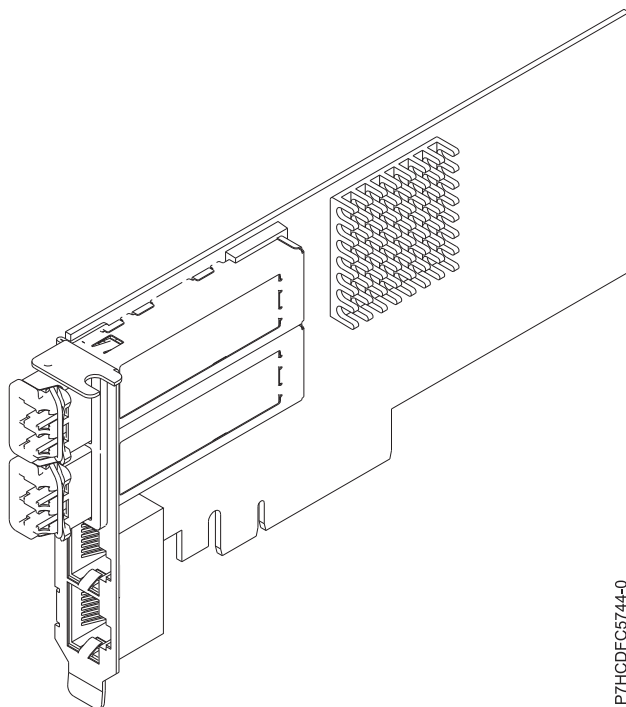

図 38. PCIe2 LP 2x10GbE SR 2x1GbE UTP アダプター
PCIe2 LP 2x10GbE SR 2x1GbE UTP アダプターは、PCI Express 第 2 世代、4 ポート・イーサネット Unified Wire アダプター (PCI Express 2.0 ホスト・バス・インターフェース付き) です。このアダプターは、クラウド・コンピューティング、仮想化、ストレージ、およびその他のデータ・センター・アプリケーション向けに最適化されています。4 個のポート・アダプターが 2 個の 10 Gb イーサネット・ポートと 2 個の 1 Gb イーサネット・ポートを提供します。この 2 個の 10 Gb スモール・フォーム・ファクター・プラグ可能 (SFP+) 単一ルート (SR) トランシーバー・ポートが、ネットワーク内の他のサーバーまたはスイッチとの接続に使用されます。各 SFP+ (SR) ポートは公称データ速度 10 Gbps (G ビット/秒) でのイーサネット接続を提供し、最大ケーブル長が 5 m (16.4 ft) の SFP+ 銅線平衡型ケーブルを使用します。各 RJ45 ポートは、データ速度 1 Gbps でイーサネット接続を提供します。アダプターのリンク集約およびフェイルオーバー・フィーチャーは、冗長度および高可用性を必要とする重要なネットワーク・アプリケーションに最適です。127 ページの図 38 は、FC 5745 アダプターを示しています。